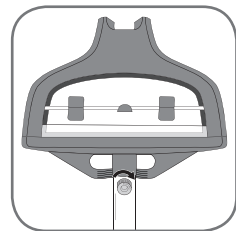

fig. 9
4. Вставьте винт и закрутите его до конца так, чтобы вешалка была прочно прикреплена к стойке (рис. 9).